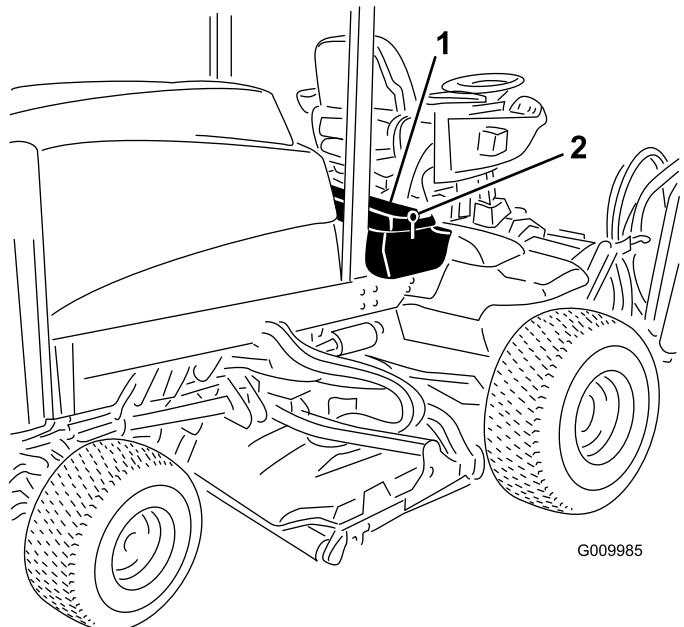

Figura 52
- Desenganche y levante el panel de la consola del operador (Figura 52).